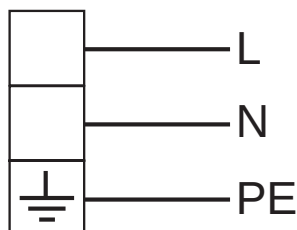

Fig. 2.3
- Ligue os fios de fase, neutro e de terra na caixa de conexões “G” de acordo com o esquema da fig. 2.3.